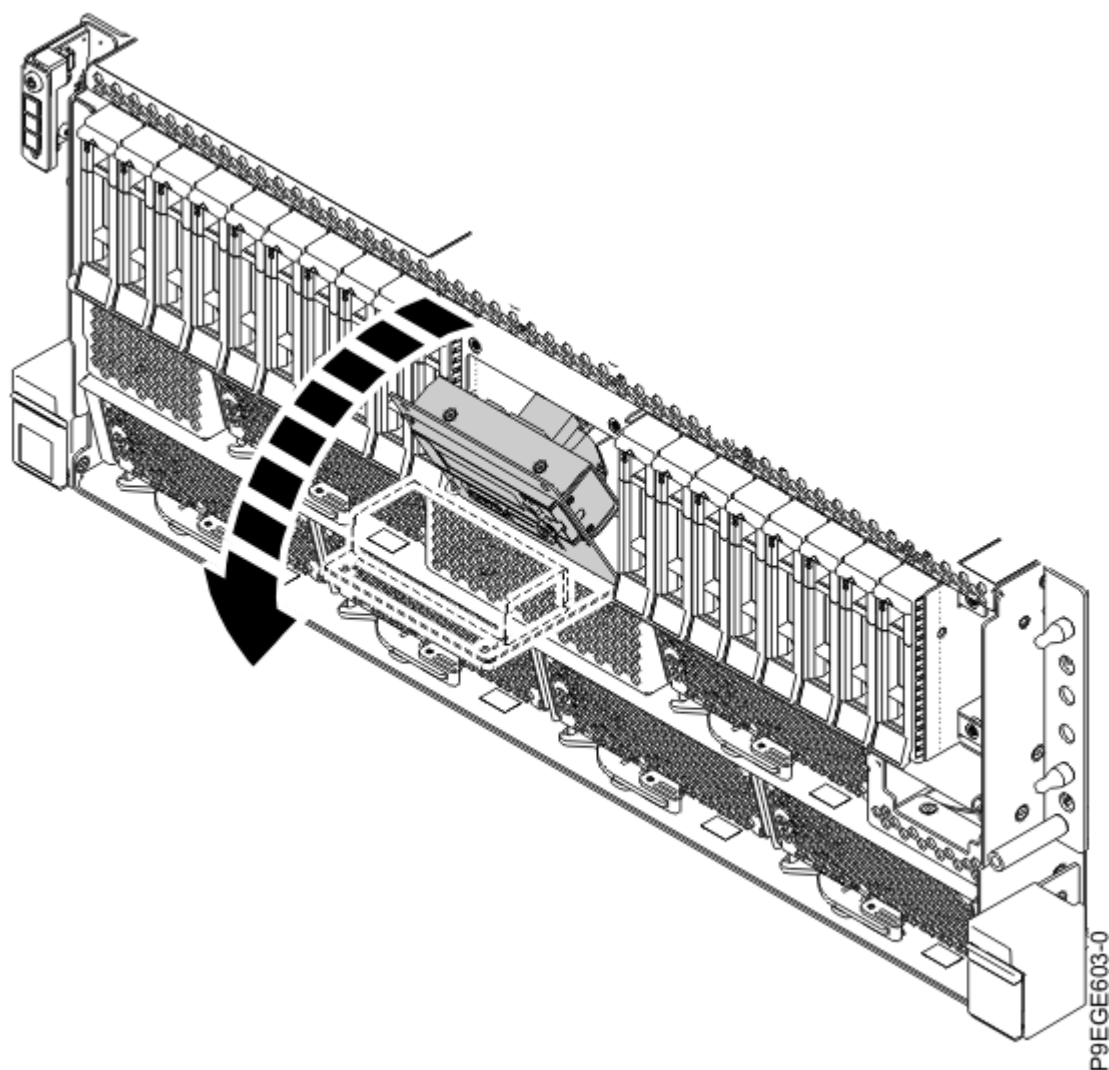

Figura 20. Apertura del receptáculo USB frontal
9. Abra el receptáculo USB frontal, tal como se muestra en la Figura 20 en la página 22.